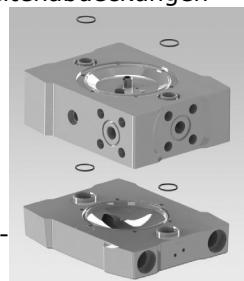

Abbildung 16
Schieben Sie die Dichtungen der Seitenabdeckung (22) in die Seitenabdeckungen (02-03) (siehe Abb. 16).